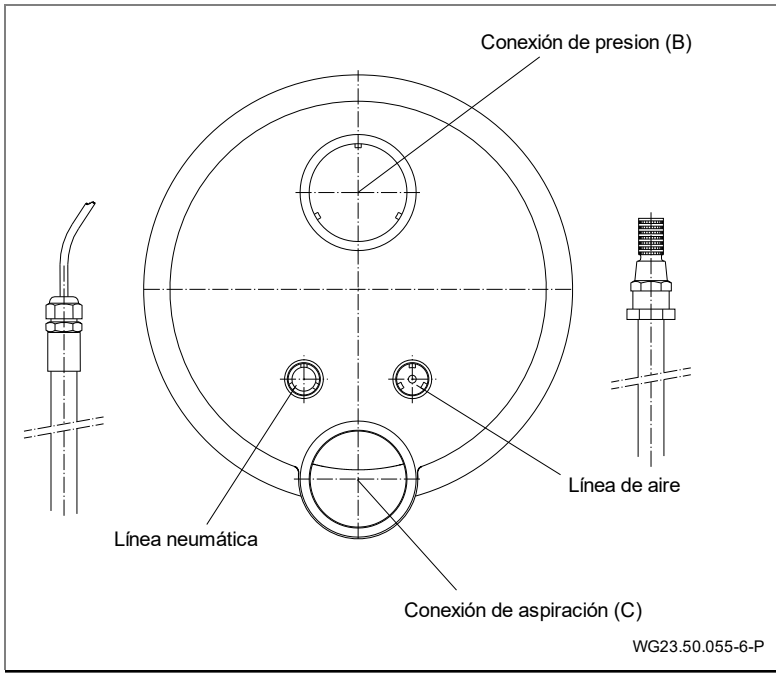

Fig. 15
1. Pegar la manguera protectora y la línea de aire. Ver "Fig. 15", página 30
2. Colocar la carcasa de las boquillas (102.1) contra la carcasa empotrada (1).
3. Pasar la manguera neumática por la manguera protectora y sellarla con el racor para cables (20).
4. Montar la tubería de aire con la abrazadera (8) en el regulador de aire (21) instalado de fábrica.
5. Fijar la carcasa de las boquillas (102.1) a la carcasa empotrada (1) con cuatro tornillos de rosca ( ).
6. Conectar los lados de aspiración y de presión de la bomba Jet (92) a la carcasa empotrada (1) con el medio racor (98, 99, 100), el ángulo de goma (79) y las abrazaderas (75) correspondientes.